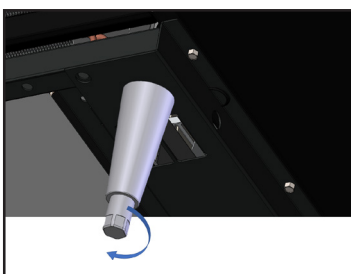

Рис. 5. Вращать нижний шток для выравнивания устройства по уровню.
3. Если устройство стоит неровно, осторожно приподнять его и подложить под него подставку. Вкручивая или выкручивая нижний шток регулируемой ножки с помощью разводного ключа, добиться ровного и устойчивого положения устройства. См. рис. 5.